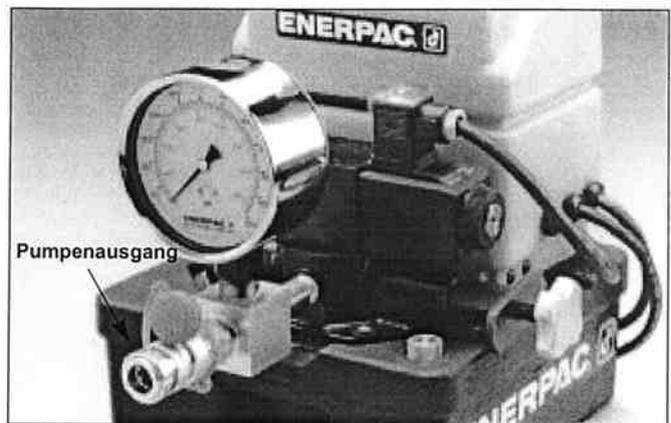

Abbildung 2 – Pumpenausgang
1. Den Schlauch wie auf Abb. 2 gezeigt am Pumpenausgang anschließen. DARAUF ACHTEN, daß ein Schlauch mit der Aufschrift „ENERPAC 800 SERIE – 800 BAR/11.600 PSI MAX.“ verwendet wird.